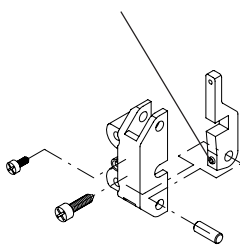

Fig.15
- Premontare il supporto S1 (fig. 15).
- Assemble the support S1 (fig. 15).
- Die Stütze S1 zusammensetzen (Bild 15).
- **Prémonter le support S1 (fig. 15).**